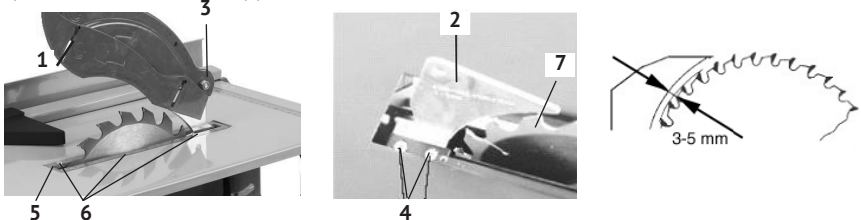

рис. 2
- открутить 6 винтов крепления (рис.2 поз.6) вставки стола (рис.2 поз.5);
- снять вставку стола, для получения доступа к месту крепления расклинивающего ножа (рис.2 поз.2);
- закрепить винтами (рис.2 поз.4) на кронштейне расклинивающий нож
(рис.2 поз.2) так, чтобы он находился в одной плоскости с пильным диском (рис.2 поз.7) и на расстоянии 3 -5 мм, как показано на рис.2;
- совместив крепёжные отверстия кожуха (рис.2 поз.1) и расклинивающего ножа (рис.2 поз.2), соединить их винтом (рис.2 поз.3) и закрепить гайкой. Крепление не должно быть жёстким. Кожух должен иметь возможность вращения вокруг оси крепления, чтобы фиксироваться в выбранном положении относительно диска, в зависимости от толщины заготовки.